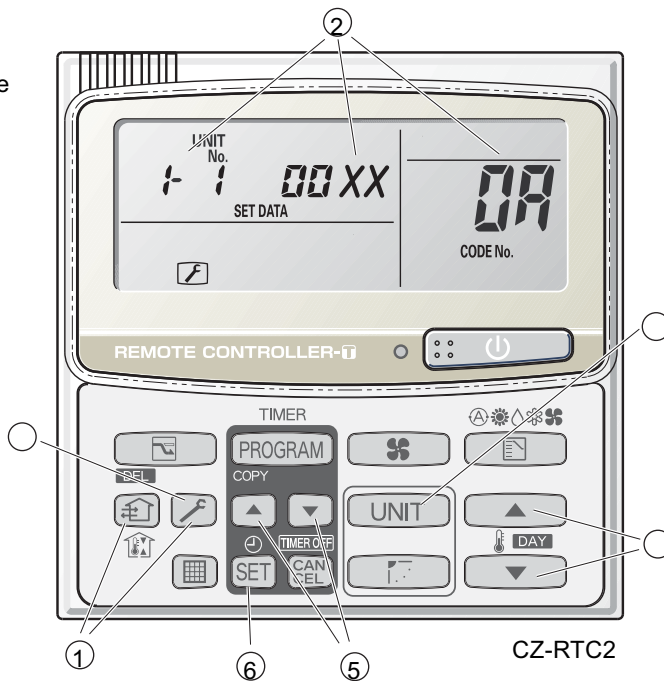

Fig. 1
- (1) Appuyez sur les touches  et  simultanément pendant 4 secondes ou plus.
- (2) "SET DATA", n°unité, "1-1" (ou "ALL" dans le cas d'un contrôle de groupe), code elt. "01" et les réglages "00XX" sont affichés et clignotent sur l'affichage LCD de la télécommande (Fig. 1). À ce moment, le ventilateur de l'unité intérieure (ou l'ensemble des ventilateurs des unités intérieures dans le cas d'un contrôle de groupe) commence à fonctionner.
- (3) Si le contrôle de groupe est en vigueur, appuyez sur la touche **UNIT** et sélectionner l'adresse (n° d'unité) de l'unité intérieure à régler. À ce moment, le ventilateur de l'unité intérieure commence à fonctionner.